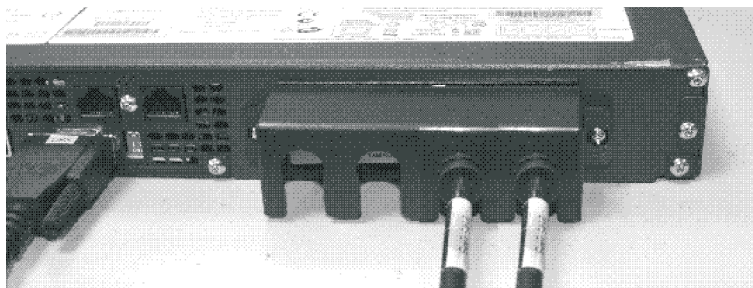

Figura 19. Suporte de Retenção de Cabos de Energia do 2145 UPS-1U
5. Prenda o suporte no lugar com um parafuso em cada lado, conforme mostrado na Figura 19.